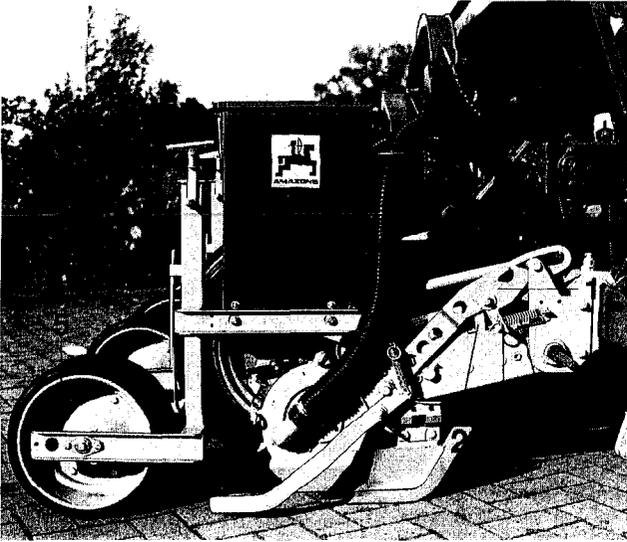
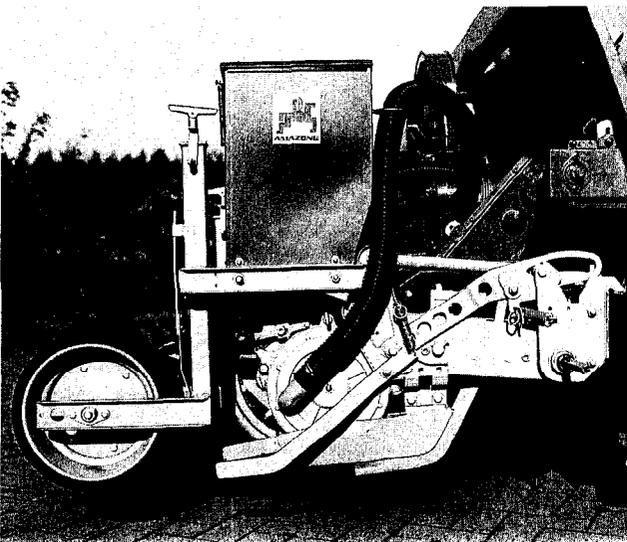
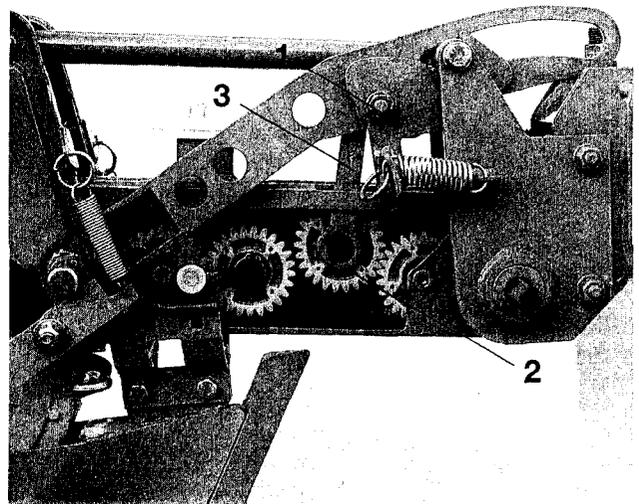

Fig. 52
Fig. 53
Fig. 54
- Säaggregat hochhängen (Fig. 53) und Vereinzelungsscheibe von unten durch Säschar weiterdrehen. Vereinzelungsscheibe muß sich von Hand drehen lassen.
- Klinke (Fig. 52/1) am Führungsstock (Fig. 52/2) nach vorn schwenken.
- Feder (Fig. 52/3) in Federhalter (Fig. 52/4) an Klinke einhängen.
- Säaggregat (Fig. 52/5) hinten anheben, bis Klinke selbsttätig einrastet (Fig. 53).
Bei hochgestelltem Säaggregat (Fig. 53 bzw. 54) ist der Antrieb für die Vereinzlungsscheibe automatisch durch Verschwenken der Klinke (Fig. 54/1) abgeschaltet. Hierbei wird das Verschwenken des auf der federbelasteten Schwinge drehbar gelagerten Zahnrades (Fig. 54/2) durch die mit der Klinke verbundene Schaltstange (Fig. 54/3) herbeigeführt.